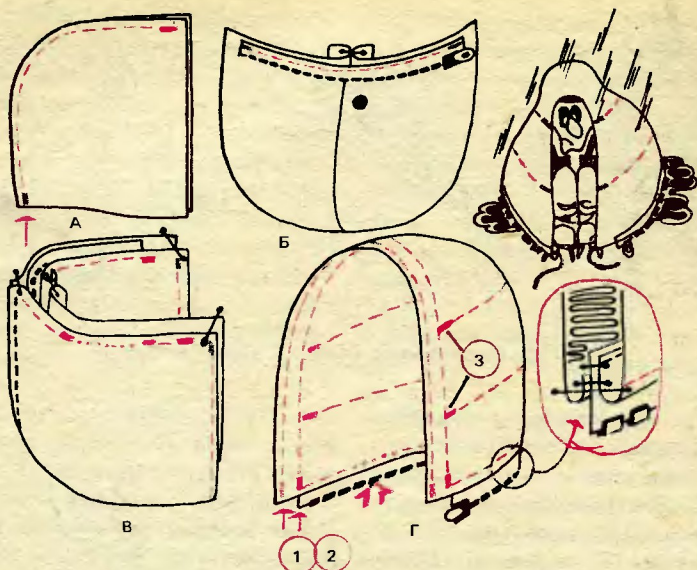

Рис. 77. Сборка капюшона
Простейший двухслойный капюшон из четырех одинаковых деталей. Попарно стачиваем их (рис. 77, А). На одну из половинок капюшона настрачиваем молнию с бегунком (рис. 77, Б), после этого обтачиваем верхний капюшон подкладочным (рис. 77, В). Прокладываем отделочную строчку (1).
Через отверстие заполняем капюшон пухом и снова прокладываем отделочную строчку (2) (рис. 77, Г). После этого разравниваем в капюшоне пух и выстегиваем его (3) (рис. 77, Г). Между отделочными строчками прокладываем шнурок. Капюшон готов.